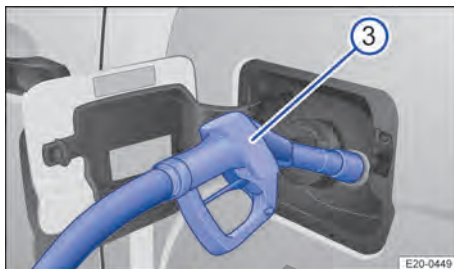

Fig. 136 Cargar AdBlue con con la pistola de un surtidor.
- Para garantizar una carga óptima, mantenga hacia abajo el asidero de la pistola del surtidor de AdBlue® → Fig. 136 ③.